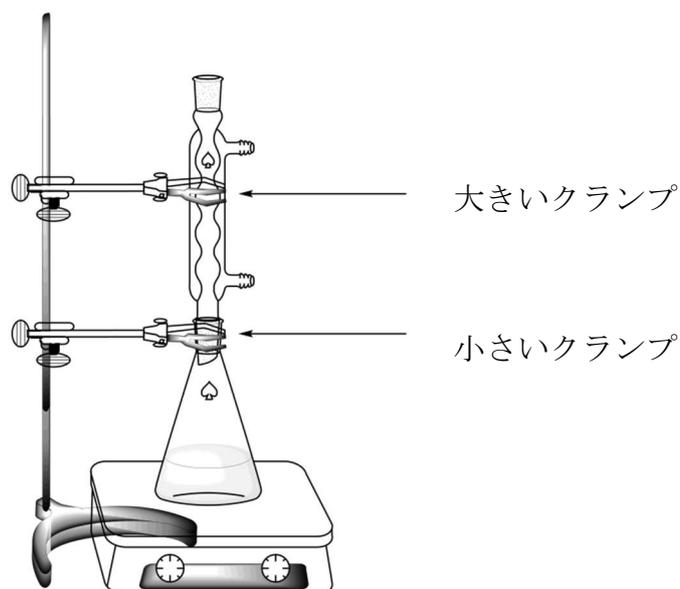

図1. 反応混合物を還流しながら反応させる装置
- 大きい方のクランプをスタンドからゆるめ、還流冷却管をスリにあわせてはめる（図 1）。「HELP」の札を掲げなさい。実験監督者が水を流し、ホットスターラーの加熱操作も行う。
2. 加熱還流のときと同じ装置 (図 1 を見よ) を組み立てて使い、50 mL スリ付き三角フラスコに入っている粗生成物を、今つくった水-エタノール混合物の適量から再結晶する。「HELP」の札を掲げなさい。実験監督者が還流冷却管の水を流し、ホットスターラーの加熱操作も行う。再結晶溶媒は、必要に応じて還流冷却管の上から加えなさい。